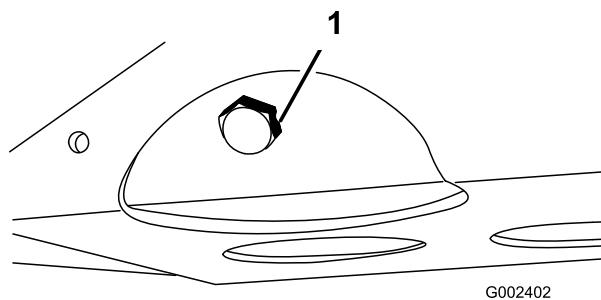

図 43
2. ドレンプラグを外してオイルを容器に受ける(図43)。オイルが抜けたらドレンプラグを取り付ける。